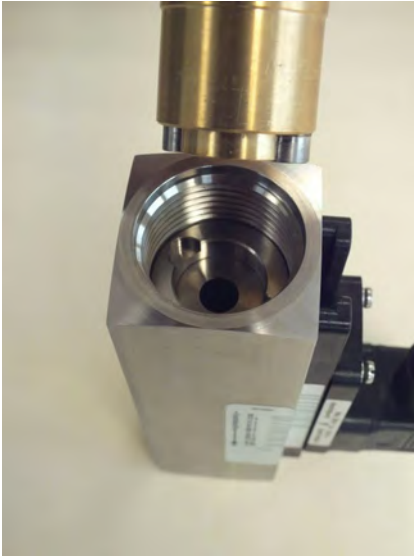

Abb. 52: Eindrehwerkzeug Gewindering (Eingang) einführen
15. ▶ Das Eindrehwerkzeug-Gewindering in den Geräteeingang einführen (Abb. 52) und drehen bis es in die Mitnehmer-Nut des Gewinderinges einrastet